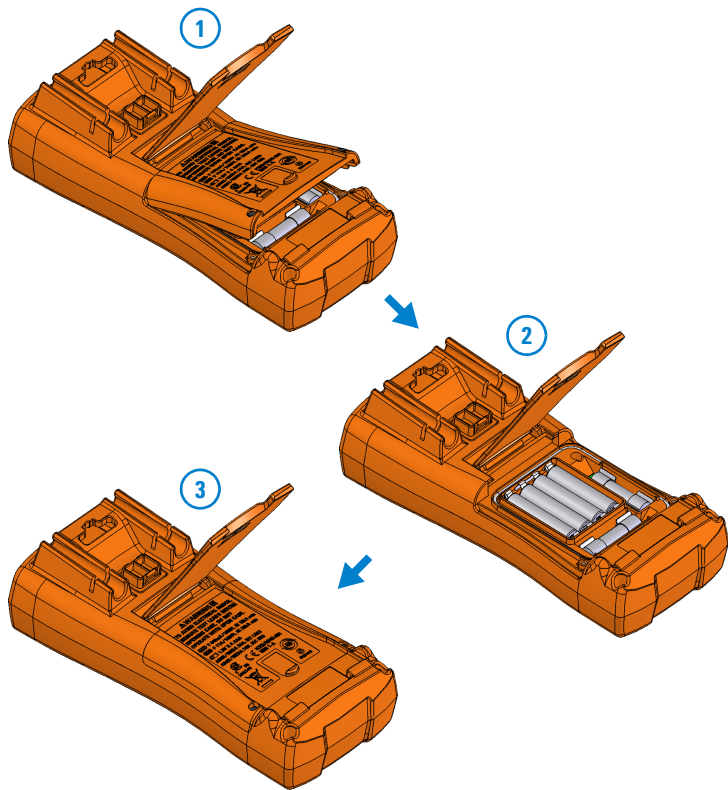

图 1-1 安装电池
- 1 打开电池盖。提起倾斜座，使用合适的十字型螺丝刀拧下螺丝，然后按图 1-1 所示取下电池盖。